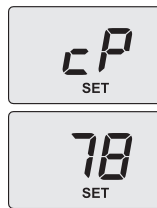

Figura 8.9
- Utilice los botones 4 o 5, en el display LCD las letras **cP** se alternan con el valor de temperatura del agua de calefacción (ej.78) y aparece el mensaje "SET", indicando que se ha entrado en la activación de la "función deshollinador" a la potencia máxima en calefacción (Figura 8.9).